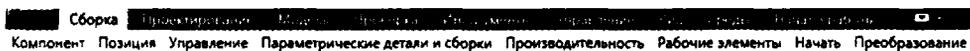

Рис. 1.6. Панель, свернутая до названий
3. Нажмите ту же иконку второй раз – вы уменьшите вкладку до названий панелей, как на рис. 1.6.